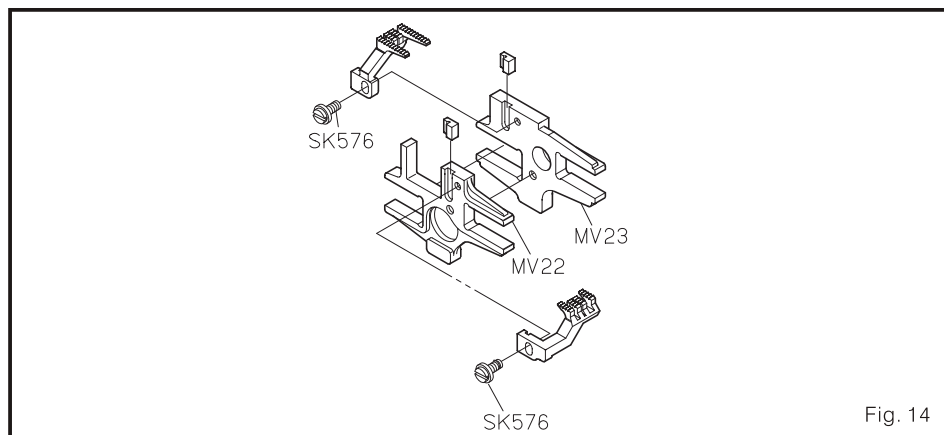

Fig. 14
3. ajustar. Solte o parafuso SK576 do MV22 E MV23. Então, mova o transportador denteado de cima e debaixo de ajustar. (Fig. 14)